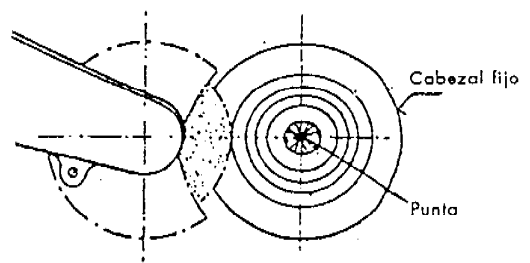

Figura 2
- b. Verifique si el centro del eje de la rectificadora está a la altura del centro de la pieza ( Figura 2 ) y corrija con calces, si es necesario.